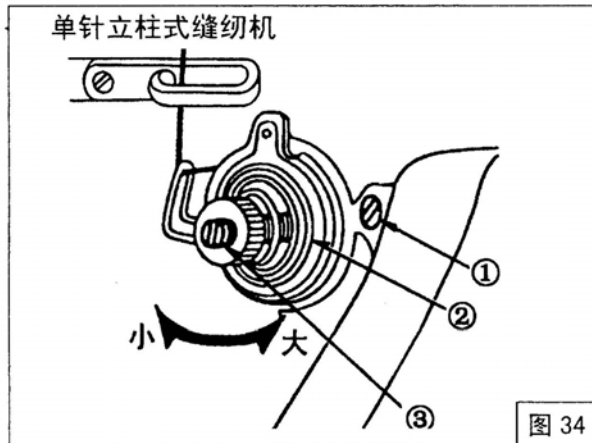

图 34
调节方法:放下压脚扳手,松开夹线调节器的螺钉①,转动夹线螺钉③,如逆时针方向,则挑线簧幅度变大,反之,则变小。调节结束后,拧紧螺钉①。(图 34、35)